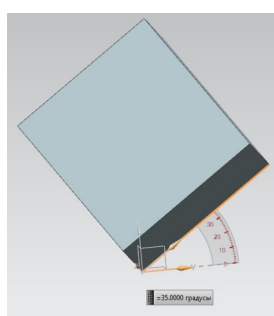

рис.81
- **ВАЖНО:** При указании отрезков, между которыми происходит измерение угла, правильно указывайте соответствующие опции в крайнем левом окошке в **панели выбора: базы, кривая, ребро** (рис.81).